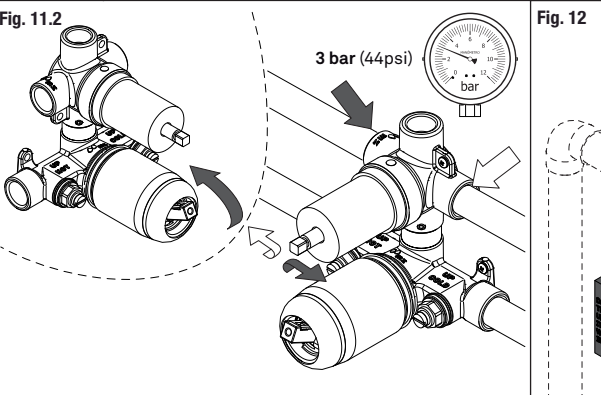

Fig. 11.2
8) Abra la válvula, gire el inversor y compruebe si hay fugas en las conexiones señaladas (Fig. 11.2).
8) Open the valve, turn the diverter to their different positions and check for possible water leakages in the signalized connections (Fig. 11.2).
8) Ouvrez la vanne, tournez l'inverseur et vérifiez s'il y a des fuites au niveau des raccords signalés (Fig. 11.2).